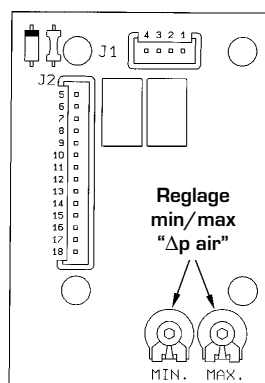

Figure 3
2) Rechercher les valeurs de "Δp air max" indiquées dans le tableau, en agissant sur le trimmer "MAX" de la carte du ventilateur (Figure 3):
4) Rechercher les valeurs de "Δp air min" indiqués dans le tableau, en agissant sur le trimmer "MIN" de la carte ventilateur (Figure 3):